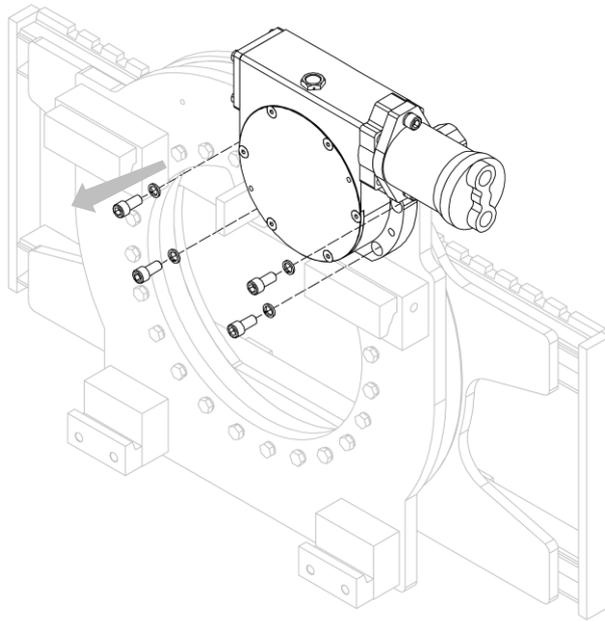

Figura 36
3. Retire el par motoreductor de la estructura del equipo, después de quitar los tornillos correspondientes (mira *Figura 36*).